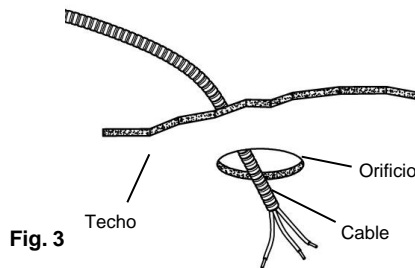

Fig. 3
3. Pasa el cable blindado (BX) o el cable no metálico (NM) (también conocido como Romex) a través del cortacircuitos o panel de fusibles hasta el orificio de 3 1/4” (8,3 cm), dejando entre 6” (15,2 cm) y 8” (20,3 cm) de cable sobrante extendido por debajo del orificio. Puedes usar cables con un máximo de 12 AWG de cableado. (Fig. 3) **(ADVERTENCIA- Usa cables con clasificación de 90°C o mayor).**